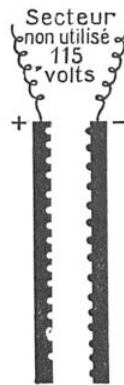
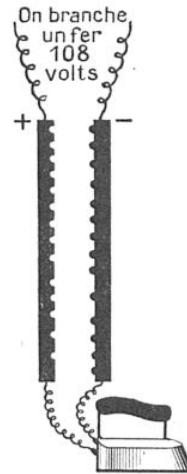

FIG. 4
FIG. 5
Il y a panne de secteur lorsque les deux lames en regard sont revenues à l'état normal (fig. 3). On a, de plus, représenté une baisse de tension (fig. 4 et 5) au moment où on branche un fer à repasser (fig. 5) ; cette baisse a été fortement exagérée pour la clarté de l'exposé (les nombres d'électrons varient dans le rapport de 15 à 14).
par centimètre carré. Cette différence des nombres d'électrons ne serait que 42 millions, soit trois fois moins, dans le cas de la figure 2 : la tension produite par la batterie d'accus est donc le tiers de la tension fournie par le secteur. D'ailleurs, la tension n'est pas absolument constante. Cas extrême : une *panne d'électricité*, c'est le cas où le secteur ne nous donne pas les volts auxquels nous avons droit ; les deux lames (fig. 3) sont à l'état normal, aucune d'elles ne comporte ni excès ni insuffisance d'électrons. Par ailleurs, la tension n'est la plus grande possible que quand nous ne consommons pas d'électricité (fig. 4). Bien des usagers se sont aperçus que leurs lampes « baissaient », au moment où ils branchaient sur le réseau un fer à repasser : la figure 5 exagère — est-il besoin de le dire ? — cette *baisse de tension* (1) ; nous avons supposé que la tension passait de 115 volts à 108 volts, c'est-à-dire que la différence des nombres d'électrons, initialement égale à